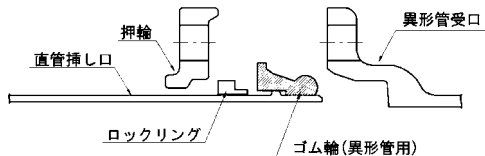

図73 解体手順(異形管)
- (1) T頭ボルト・ナットを取り外し、押輪を取り外す (図73)。